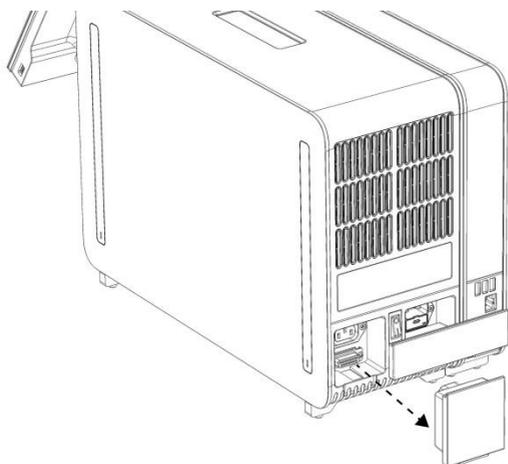

Figure 9. Retrait du pont de fin.
- 1d. **Retirez le pont de fin à l'arrière du module analytique (figure 9).**